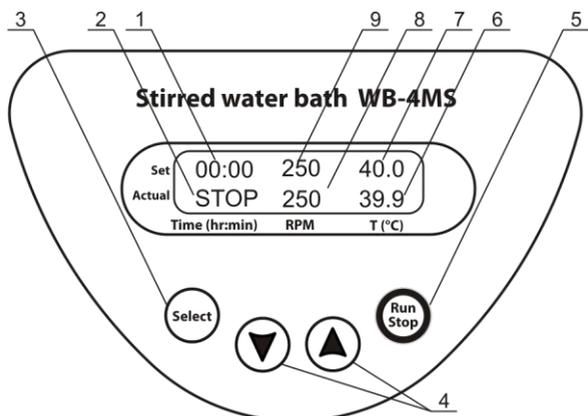

Fig.1 Pannello di controllo
- nella riga in alto (Set), tempo impostato precedentemente (fig. 1/1), velocità impostata dell'elemento magnetico di agitazione (fig.1/9) e temperatura impostata dell'acqua (fig.1/7);
- nella riga in basso (Actual), tempo (STOP Fig.1/2), velocità effettiva dell'elemento magnetico di agitazione (fig.1/8) e temperatura effettiva dell'acqua (fig.1/6).
- 4.4. Impostazioni. Premere il tasto **Select** (Fig. 1/3) per selezionare il parametro che si desidera modificare. Premendo il tasto **Select** vengono attivati in successione i diversi parametri. Il parametro attivo lampeggia. Per impostare il valore desiderato, utilizzare tasti ▲ e ▼ (Fig.1/4). Per aumentare l'incremento, tenere premuto il tasto per più di 2 secondi.
- 4.5. Impostazione della temperatura. Per attivare il parametro della temperatura T(°C) (Fig.1/7) premere il tasto **Select** .
Per impostare la temperatura desiderata, utilizzare tasti ▲ e ▼ (Fig.1/4). Per aumentare l'incremento, tenere premuto il tasto per più di 2 secondi.
Verrà avviato il processo di riscaldamento. Il valore della temperatura effettiva viene visualizzata nella riga in basso del display (Fig.1/6).
- 4.6. Impostazione della velocità di rotazione dell'elemento magnetico di agitazione. Premere più volte il tasto **Select** per attivare il parametro della velocità RPM (Fig. 1/9).
Per impostare la velocità di rotazione dell'elemento magnetico di agitazione (nell'intervallo compreso fra 250 e 1000 rpm), utilizzare i tasti ▲ e ▼ (Fig.1/4). Per aumentare l'incremento, tenere premuto il tasto per più di 2 secondi. Il valore della velocità effettiva viene visualizzata nella riga in basso del display (Fig.1/8).
- 4.7. Impostazione del tempo. Per attivare il parametro relativo al tempo (h:min) (Fig.1/1), premere il tasto **Select** .
Per impostare l'intervallo di tempo desiderato, utilizzare i tasti ▲ e ▼ (Fig.1/4). Per aumentare l'incremento, tenere premuto il tasto per più di 2 secondi.
- 4.8. Premere il tasto **Run/Stop** (Fig.1/5) per avviare il programma. L'intervallo di tempo trascorso verrà visualizzato nella riga in basso del display (Fig.1/ 2).
Attenzione! L'arresto del timer non comporta l'arresto del processo di riscaldamento/mantenimento della temperatura. È possibile interrompere il processo di riscaldamento riducendo la temperatura al di sotto dei 25 °C utilizzando il tasto ▼ T, °C (Fig. 1/4) (sul display comparirà l'indicazione OFF).